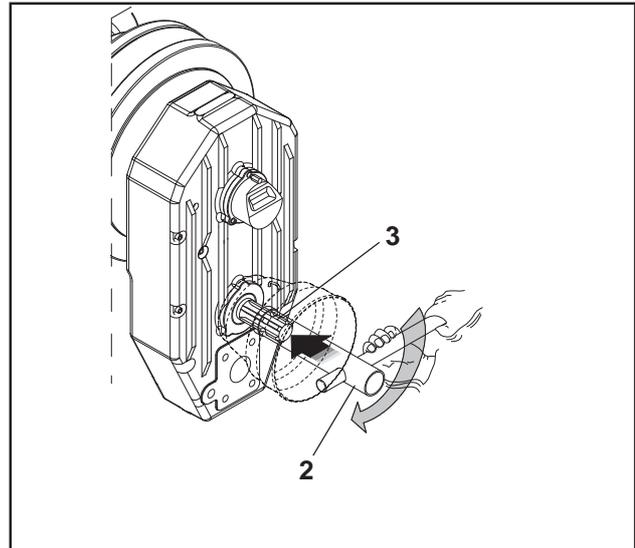

fig.2
- 3) infilare la chiave (2 fig.2) fornita in dotazione sulla presa di forza (3 fig.2).